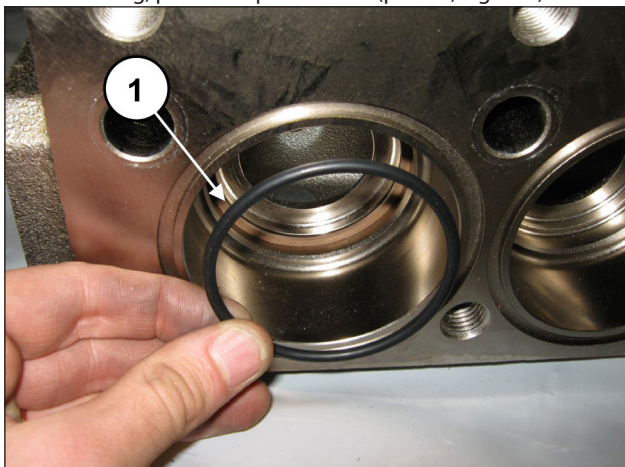

Fig. 154
Insira o O-ring, pos. de explosão nº. 7 (pos. ①, Fig. 154).